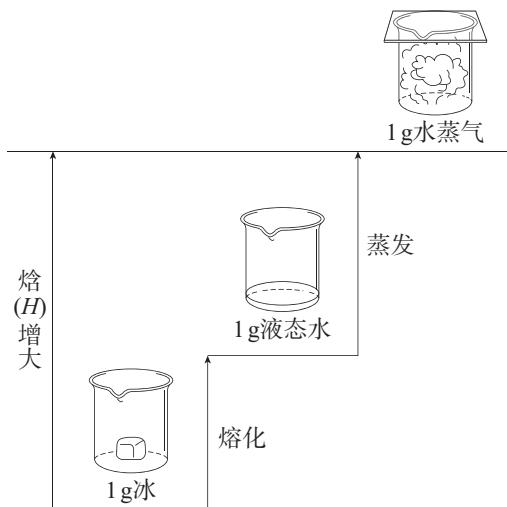

图 1-6 水的聚集状态变化时的焓变示意图
2. 需注明反应物和生成物的聚集状态。因为物质的聚集状态不同时，它们所具有的内能、焓也均不同。例如，冰熔化为水时，需要吸收热量；水蒸发为水蒸气时，也需要吸收热量（如图 1-6）。因此，H2与O2反应生成 1 mol H2O(l) 与生成 1 mol H2O(g) 时所放出的热量是不同的。